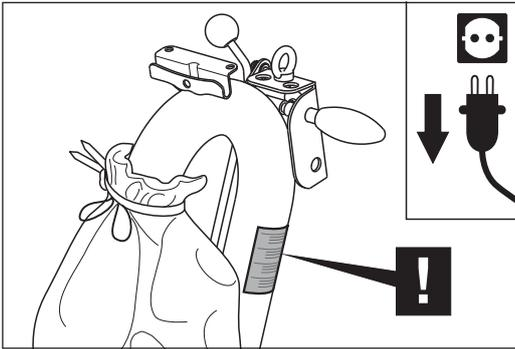

Abb. 43 Den Warnhinweis am Führungsrohr beachten!
- Beachten Sie den Warnhinweis am Führungsrohr (Abb. 43)!